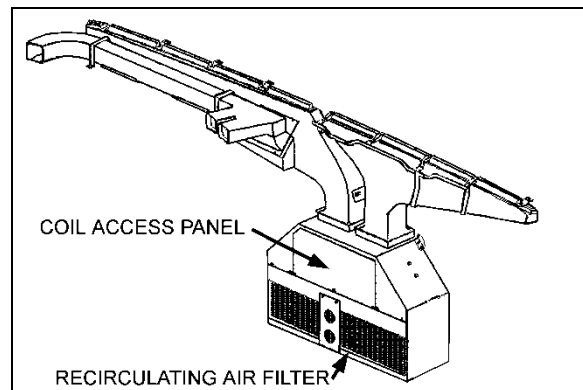

FIGURA 14: FILTROS DE AIRE DE LA UNIDAD DEL CONDUCTOR
**Una vez al año**, obtenga acceso a la unidad del conductor, retire el tablero de acceso de la bobina (Figura 14) y limpie las bobinas del evaporador y del calentador de la unidad **del conductor** con chorro de aire a baja presión, teniendo cuidado de no dañar las aletas. Limpie el fondo del pleno de descongelación.